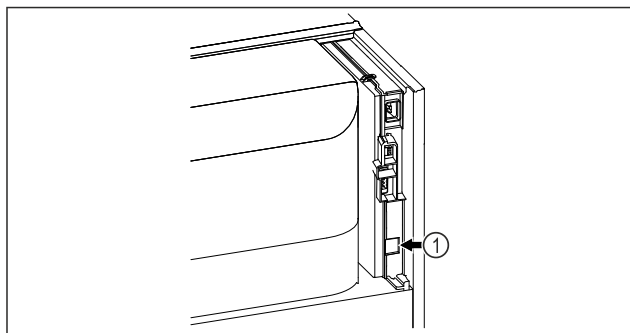

Fig. 83
- ❑ SmartModule Fig. 83 (1) is geplaatst.